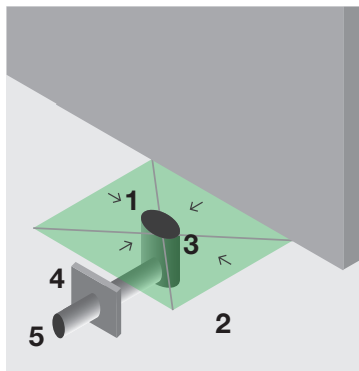
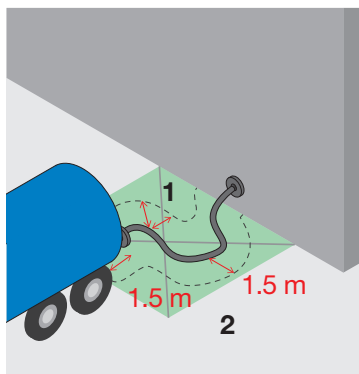
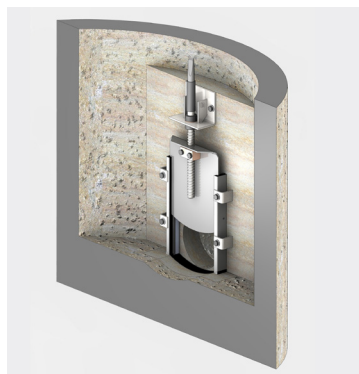

Abb. 2
Abb. 3
Abb. 4
- **Falls keine Überdachung** möglich ist, muss der Güterumschlagplatz möglichst klein sein und die Platzentwässerung muss an die Schmutz- oder Mischwasserkanalisation angeschlossen werden. Durch unterschiedliche Gefälle und/oder Entwässerungsrinnen muss dieser von den übrigen Verkehrsflächen getrennt entwässert werden. Ein Anschluss an die Regenwasserkanalisation ist nicht zulässig (Abb. 2). Bei Tankfahrzeugen gilt die Faustregel gemäss Abb. 3.
- Der Güterumschlagplatz muss mit einem **dichten Belag befestigt** sein, so dass auslaufende Flüssigkeiten nicht in den Untergrund gelangen können. Bei gewissen Stoffen ist dazu ein Spezialbelag nötig (Abb. 2, Punkt 1).
- Der Güterumschlagplatz muss über ein **Rückhaltevolumen** verfügen, in welchem die auslaufende Flüssigkeit aufgefangen wird (Abb. 2, Punkt 3). Die Grösse richtet sich nach der **Tabelle auf Seite 8**. Um das erforderliche Rückhaltevolumen sicherzustellen, kann die Entwässerungsleitung zum Beispiel mit einem Schieber (manuell, elektrisch oder pneumatisch) abgesperrt werden (Abb. 2, Punkt 4; Abb. 4)
Der abgesicherte Bereich entlang des Schlauchs und um die Ab- und Befüllstellen muss mindestens 1,5 m betragen (zusätzlich zu den Massnahmen gemäss Abb. 2).